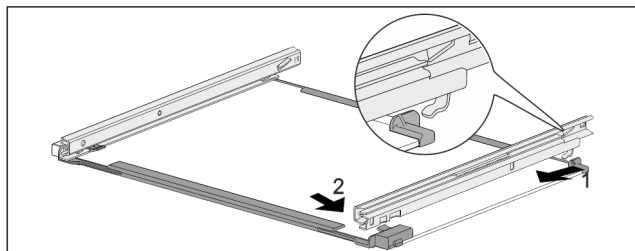

Fig. 236 Стеклопластина с направляющими
- ▶ Зацепите направляющую сзади. Fig. 236 (1)
- ▶ Защелкните направляющую спереди. Fig. 236 (2)